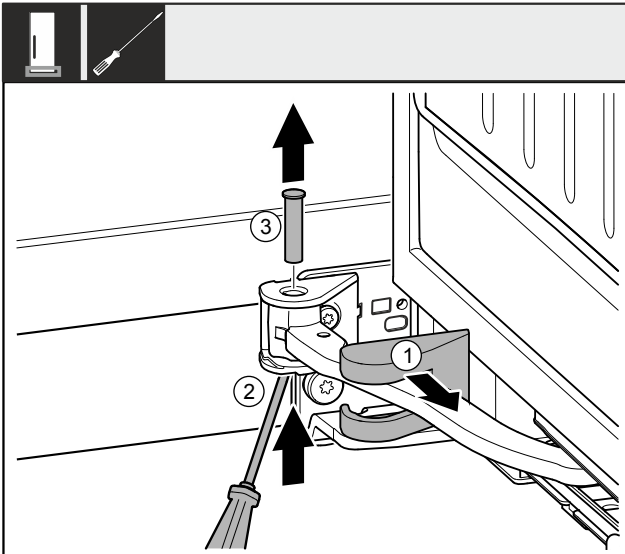

Fig. 9
- Desprindeți capacul suportului de lagăr Fig. 9 (1) și deplasați-l de-a lungul articulației.
- Ridicați de jos bolțul Fig. 9 (2) cu șurubelnița.
- Extrageți de sus bolțul Fig. 9 (3).